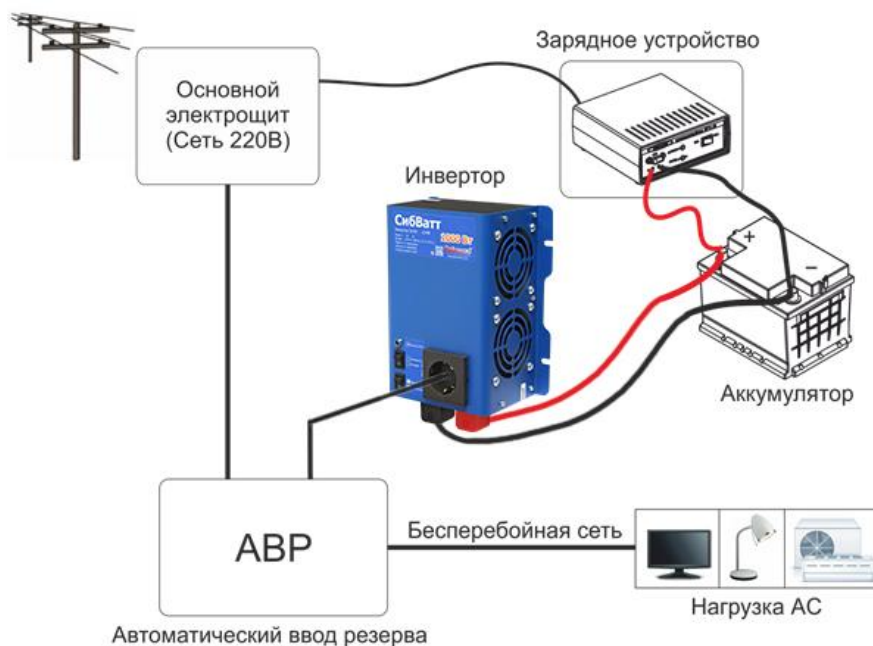

Рисунок 3 – Построение системы бесперебойного питания off-line типа на основе зарядного устройства, инвертора напряжения и АВР
8.1 Для построения системы бесперебойного питания off-line типа на основе зарядного устройства и инвертора напряжения необходимо применить автоматический ввод резерва (АВР), например, на основе реле выбора фаз РВФ-02 (см. рисунок 3). При наличии сетевого напряжения нагрузка питается непосредственно от сети  $\sim 220$  В, при этом зарядное устройство заряжает аккумулятор и поддерживает его в заряженном состоянии. В случае отключения сетевого напряжения  $\sim 220$  В нагрузка переключается на питание от инвертора.